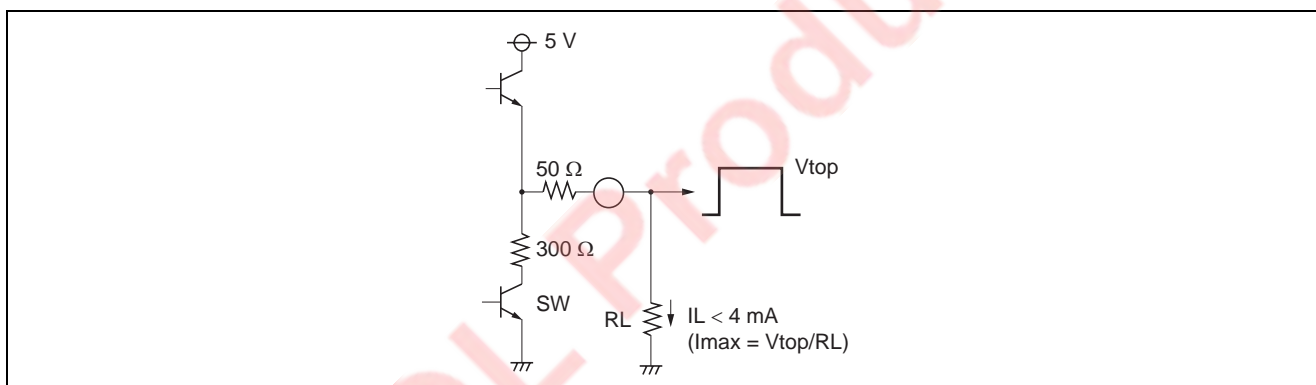

図 1
4. R, G, B 出力端子 (31, 28, 25 ピン) は図 1 のようになっています。プルダウン抵抗  $RL$  無しでの使用を推奨しますが、ドライブ能力を向上させたいときは、GND 間にプルダウン抵抗  $RL$  を挿入することができます。ただし、 $RL$  値は、 $RL$  に流れる電流が  $4.0 mA$  以内となるように設定してください。(標準状態では  $RL = 1 k\Omega$  以上を推奨します。) また、 $RL$  挿入時は、パワーセーブモード時の回路電流が増えますのでご注意ください。